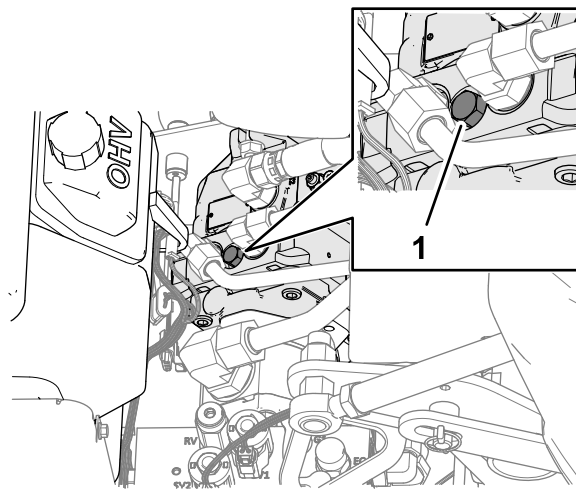

Figura 116
4. Localize a tampa do parafuso da válvula de purga entre o motor e a bomba hidráulica, conforme mostrado na Figura 116.